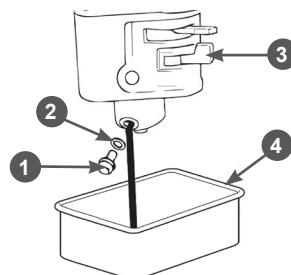

Рис. 41 Слив топлива с карбюратора
1. Установите рычаг топливного крана 3 (Рис. 41) в положение «ЗАКРЫТО».
2. Установите под карбюратор подходящую емкость 4 (Рис. 41).
3. Открутите болт 2 сливного отверстия и сплейте топливо из поплавковой камеры карбюратора (Рис. 41).